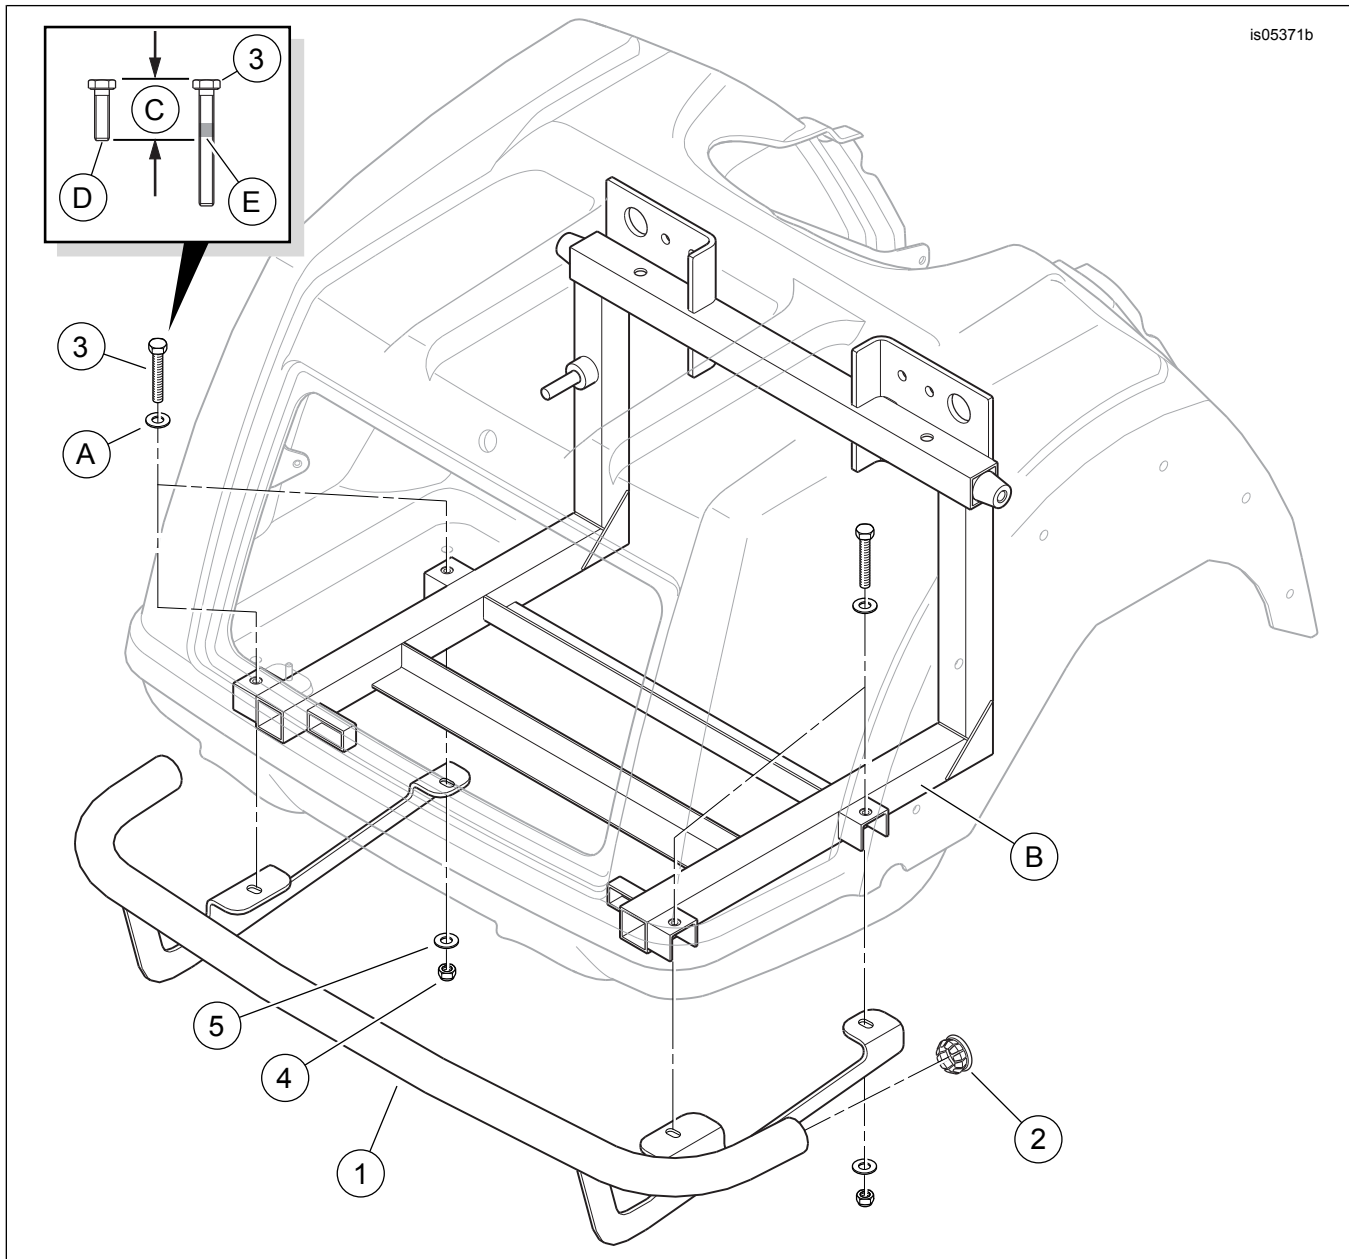

Figure 1. Mga Pamalit na Piyesa: Chrome na Kit ng Likurang Guard ng Trike
Tingnan ang Figure 1 at Talahanayan 1 .
- Tingnan ang Figure 1 . Hanapin ang apat na turnilyo na may mga washer (A) sa sahig ng trunk compartment na humahawak sa katawan sa likurang frame. Iwanan ang washer sa lugar, alisin ang isa sa mga turnilyo. I-save ang turnilyo para sa hakbang 3, pagkatapos ay itapon.